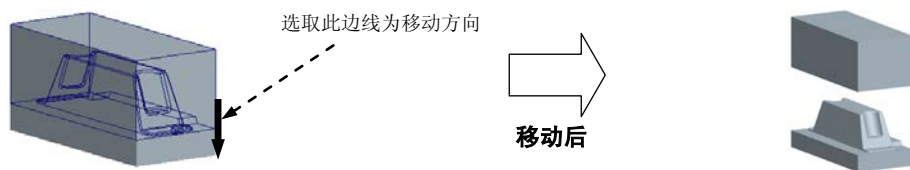

图 12.25 移动上模
Step2. 开模步骤 1：移动上模。选取图 12.25 所示的边线为移动方向，然后在系统的提示下，输入要移动的距离值-100，按 Enter 键，选择 **Done (完成)** 命令，完成上模的开模动作。